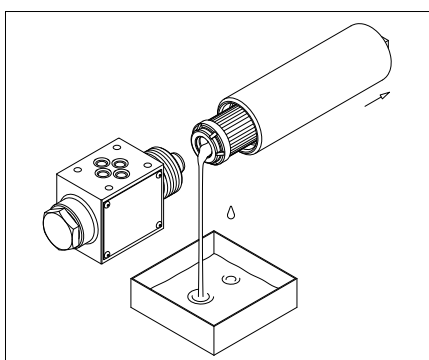

fig. 2
- (Fig. 2) Estrarre l'elemento filtrante insieme al contenitore e drenare il fluido dal foro del cerchietto